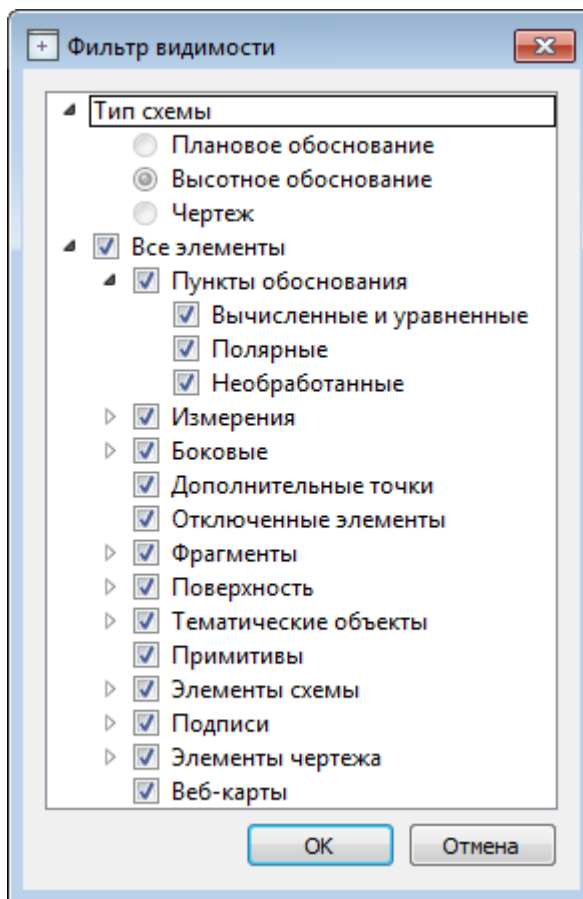

Рисунок 6.5
- При нажатии на кнопку **Фильтр видимости**  вызывается диалог **Фильтр видимости** (см. рис. 6.5). Аналогичный диалог вызывается командой **Фильтр видимости/Изменить текущий фильтр**.